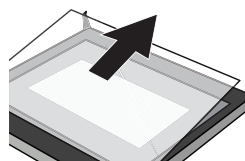

Figura 5
5. Empuje el vidrio en la posición indicada por la flecha en la Figura 5. Extraiga suavemente el vidrio de la toma.